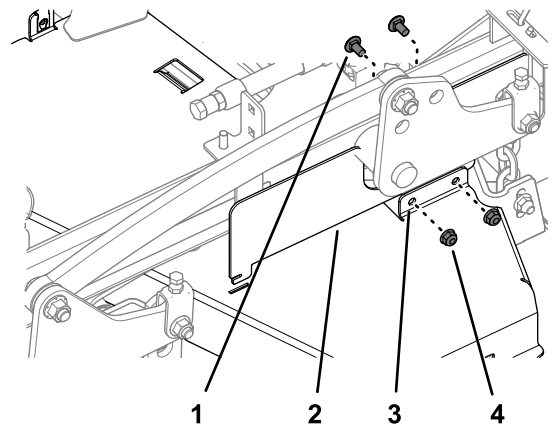

Figuur 42
1. Monteer de linker drijfriemkap aan het maaidek (Figuur 42) met de 3 bouten die u hebt verwijderd in De linker drijfriemkap verwijderen \(bladz. 30\).